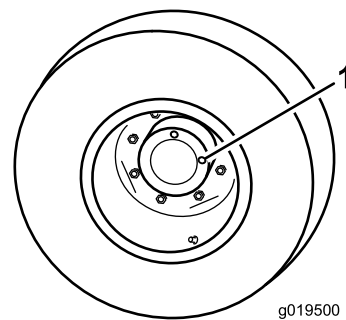

Bild 103
1. Wenn die Maschine auf einer ebenen Fläche steht, positionieren Sie das Rad so, dass eine Prüfschraube auf 12 Uhr und die andere auf 3 Uhr steht (Bild 103).
1. Prüf-/Ablassschraube (2)
2. Entfernen Sie die Schraube, die auf 3 Uhr steht (Bild 103).